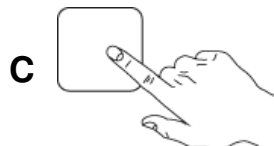

Abb. 16
- 5- Drücken Sie den KNOFF "C" - Waschzyklus starten. (Abb. 16)